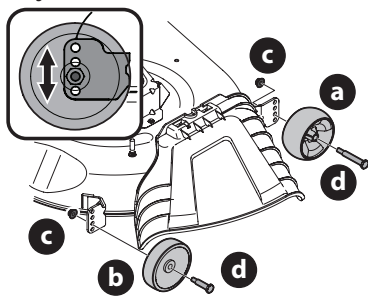

Fig. 20
- b. Retirez les écrous autobloquants (c) et les boulons à épaulement (d) qui fixent la roue avant (a) et la roue arrière (b) au plateau de coupe, puis enlevez les roues (Fig. 20).